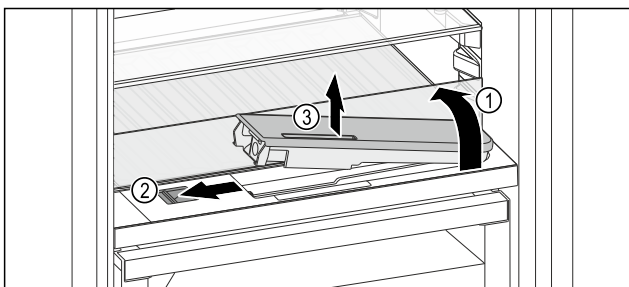

Fig. 129
- ▶ Sollevare il ripiano di vetro e ribaltarlo all'indietro fino all'arresto Fig. 129 (1).
- ▶ Spostare il cursore Fig. 129 (2) a sinistra.
- ▶ Rimuovere il serbatoio dell'acqua Fig. 129 (3).